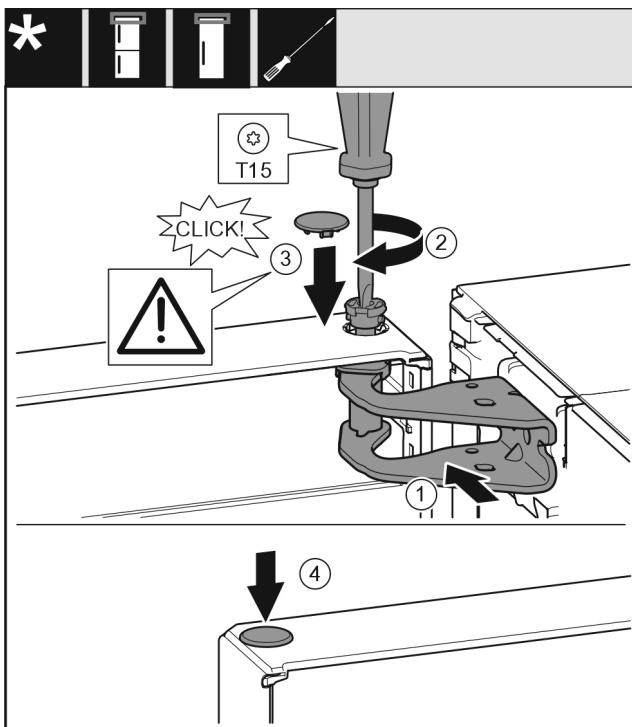

Fig. 20
- Duris viršuje išlygiuokite į atraminės gembės angą. Fig. 20 (1)
- Įstatykite varžtą ir tvirtai prisukite atsuktuvu T15. Fig. 20 (2)
- Durims užfiksuoti sumontuokite apsauginę dengiamają plokštelię: uždékite apsauginę dengiamają plokštelię ir patirkinkite, ar ji priglunda prie durų. Kitu atveju įstatykite iki galio varžtą. Fig. 20 (3)
- Įstatykite kaištį. Fig. 20 (4)